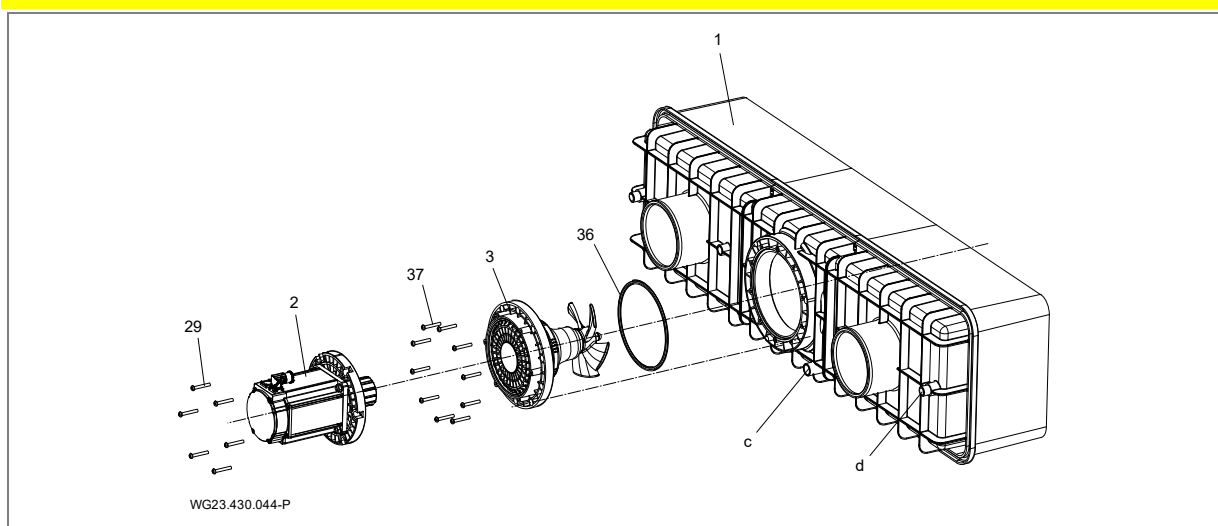

Fig. 16
1. Sgrassare il bocchettone di raccordo (d, Vedere "Fig. 16" a pagina 22) dell'alloggiamento in plastica (1) e la presa di collegamento della guaina di protezione cavi (12) con un detergente PVC-U/ABS.